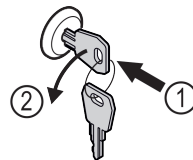

Fig. 165
- Schlüssel hineindrücken. Fig. 165 (1)
- Schlüssel um 90° gegen den Uhrzeigersinn drehen. Fig. 165 (2)